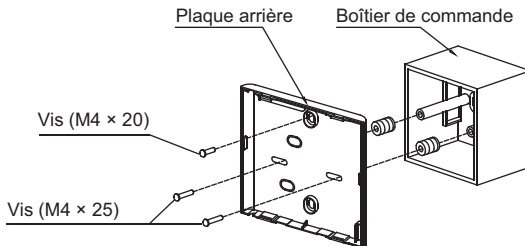

Figure 6 — Montage encastré
2. Pour le montage du boîtier de commande, fixez la plaque arrière sur le boîtier de commande au moyen de 2 vis (M4x25) et fixez-le au mur au moyen d'une vis (M4x20) (voir fig. 6).